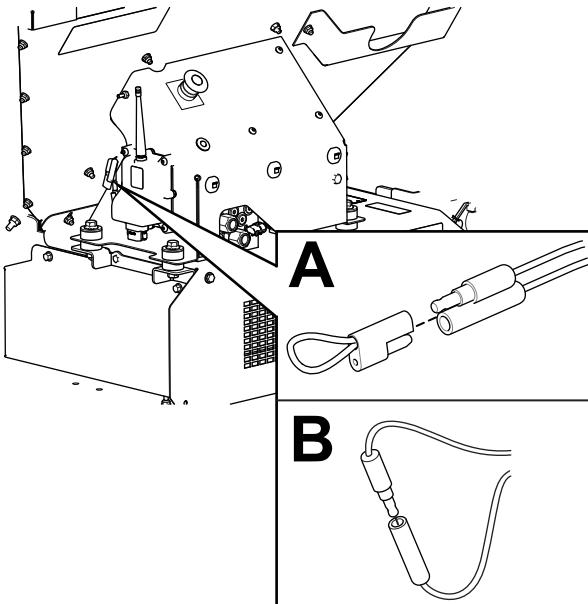

Figura 59
2. Retire a tampa dentada dos dois conectores de diagnóstico do shunt (Figura 59, A).
3. Ligue os conectores de diagnóstico do shunt em conjunto (Figura 59, B).
2. Deslique os conectores de diagnóstico do shunt (Figura 59, B).
3. Empurre a tampa dentada para os 2 conectores de diagnóstico do shunt (Figura 59, A).